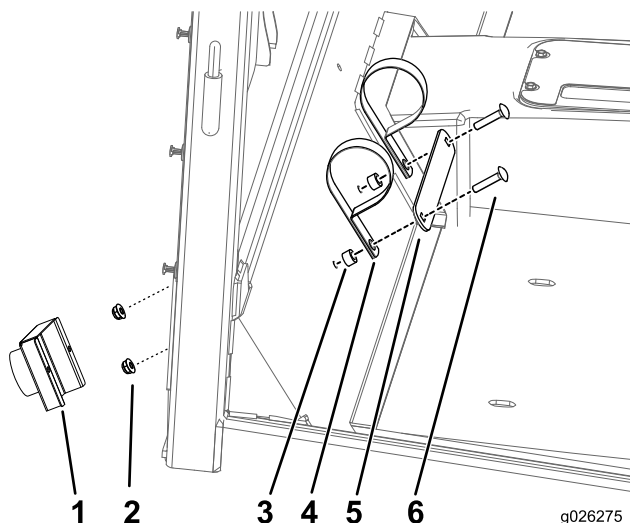

Рисунок 31
1. Установите тубус для хранения Руководства оператора, как показано на Рисунок 31.